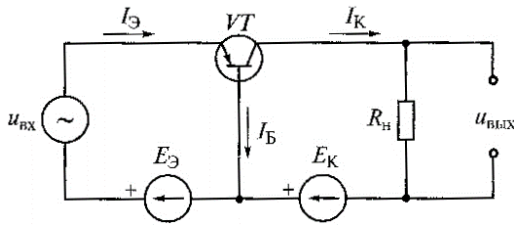
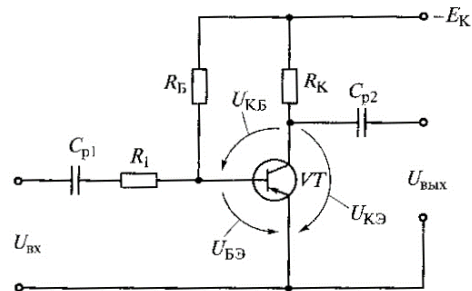

Рис. 2. Схема с общей базой
Рис. 3. Схема с общим эмиттером
10. При включении биполярного транзистора VT по схеме с общей базой (рис.2) коэффициент усиления по току равен 0,95. Определите, чему будет равен коэффициент усиления по току биполярного транзистора, если его включить по схеме с общим эмиттером (рис. 3):
11. На рис. 3 приведена схема усилительного каскада с общим эмиттером. Укажите, в каком направлении смещены эмиттерный и коллекторный переходы транзистора VT, работающего в режиме отсечки:
12. На рис. 3 приведена схема усилительного каскада с общим эмиттером. Укажите, в каком направлении смещены эмиттерный и коллекторный переходы транзистора VT, работающего в активном режиме:
13. На рис. 3 приведена схема усилительного каскада с общим эмиттером. Укажите, в каком направлении смещены эмиттерный и коллекторный переходы транзистора VT, работающего в режиме насыщения?